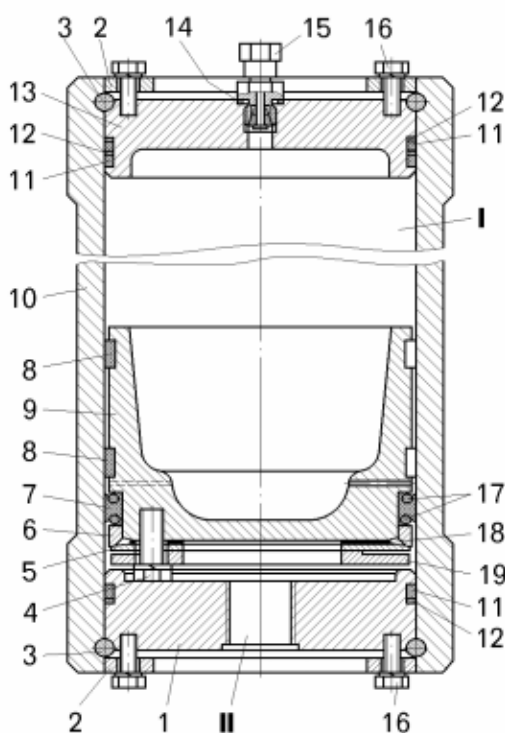

Рисунок 10.8 – Пневмогидроаккумулятор:
- вывернуть запорный клапан 15 (рисунок 10.8);
– установить на поршень 9 (смотри рисунок 10.8) манжету 7 с уплотнительными кольцами 17, нажимное кольцо 6, регулировочные прокладки 18, пружину 5, прижимной диск 19 и завернуть болты 4 до упора. Диаметр манжеты 7 по отогнутым кромкам должен быть 167, 0 – 167,3 мм для обеспечения необходимого натяга между корпусом и манжетой.